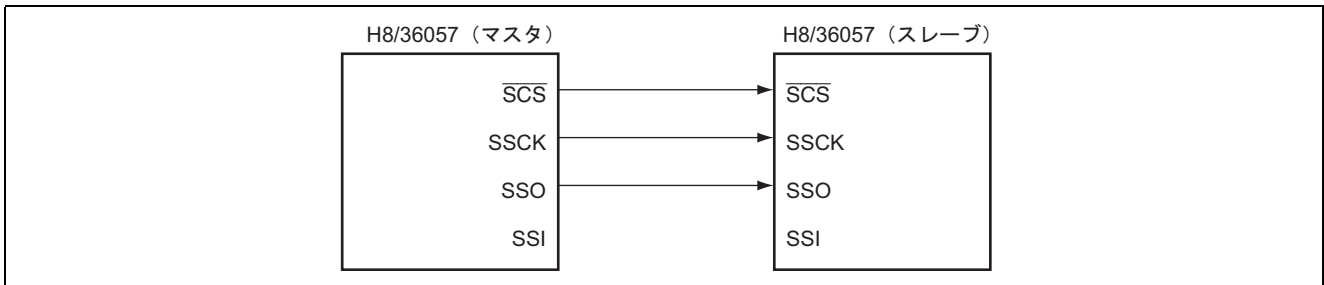

図 7 H8/36057 同士による SSU 通信ブロック図 (スレーブ側データ受信時)
(1) 図 7 に H8/36057(スレーブ)が、H8/36057(マスタ)からデータ受信を行なう場合のブロック図を示します。